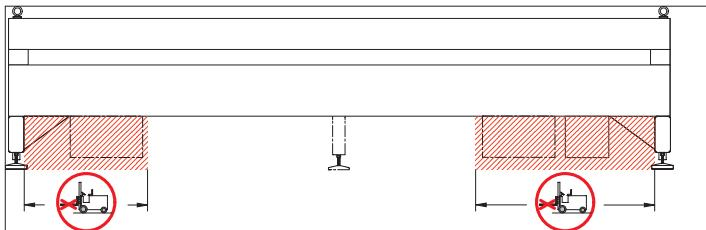

Abb. 9: Verbotsbereiche für Gabelstapler
Heben Sie die Maschine nicht in den dargestellten Bereichen (Abb. 9) mit dem Gabelstapler an – da dort der Steuerungskasten/ die Steuerungskästen durch die Gabel des Staplers beschädigt werden kann/können.
**Heben Sie die Maschine nicht in den dargestellten Bereichen (Abb. 9) mit dem Gabelstapler an – da dort der Steuerungskasten/ die Steuerungskästen durch die Gabel des Staplers beschädigt werden kann/können.**
Beachten Sie beim Einfahren und Anheben der Gabel des Gabelstaplers, dass außer den unteren Querträgern keine Maschinenbauteile (Kabel u. Schrittmotor etc.) von der Gabel berührt werden. Siehe Verbotsbereiche für Gabelstapler (*Abb. 9*).
Heben Sie die Maschine zur Montage der Transportrollen am besten mit einem Gabelstapler an. Beachten Sie dabei die Verbotsbereiche für Gabelstapler (Abb. 9)! Für Personen- und Sachschäden, die durch die Verwendung anderer, als von der Firma ZSK Stickmaschinen GmbH gelieferten Schrauben entstehen, wird keine Haftung übernommen.